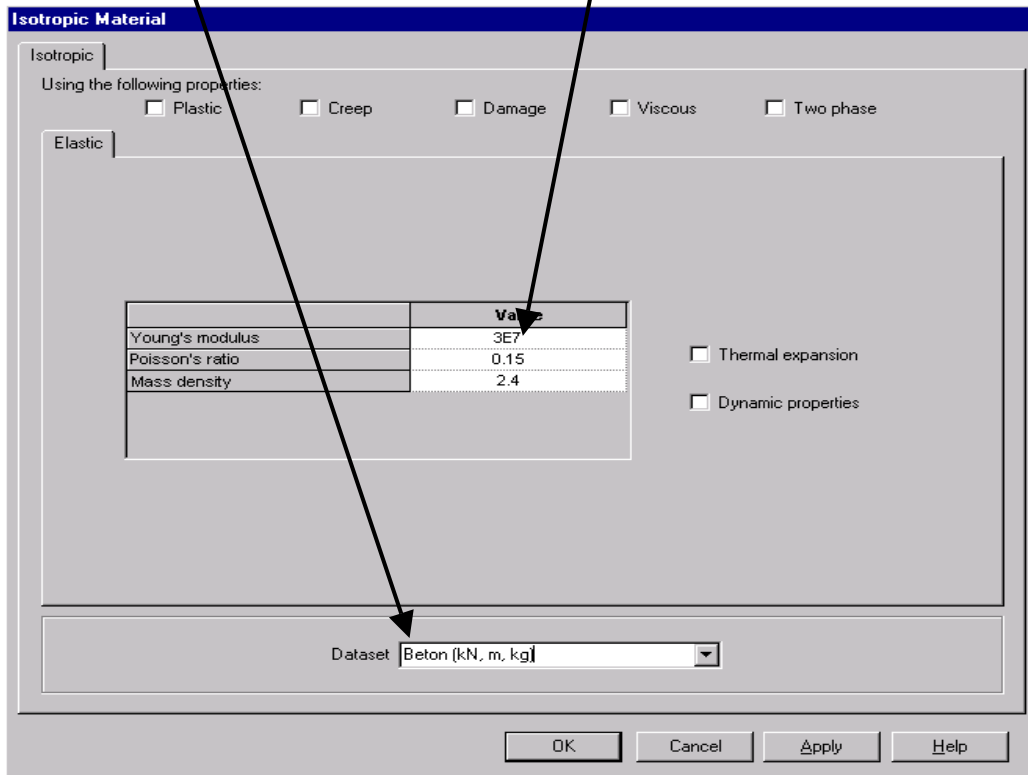

Fig. 12
- în caseta de dialog se definesc caracteristicile fizico-mecanice ale materialului (fig. 12)